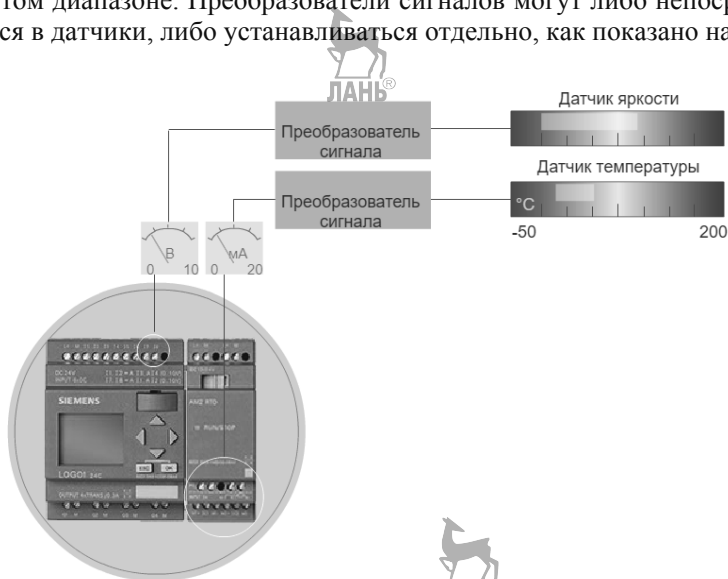

Рис. 3.4. Согласование сигналов датчиков с входами контроллера
Аналоговые величины, которые измеряет датчик, могут иметь различную физическую природу. Это могут быть температура, давление, угловая скорость, перемещение и т.д. Но поскольку контроллер – электрический прибор, то физическая величина должна быть преобразована в электрическую величину. Если это преобразование выполняет датчик, то на выходе датчика должны быть напряжение или ток. Поскольку аналоговые входы ПЛК (с питанием 12 или 24 В постоянного тока) могут обрабатывать напряжения от 0 до 10 вольт или токи 0...20 мА/4...20 мА, то электрические сигналы на выходе датчика должны лежать именно в этом диапазоне. Преобразователи сигналов могут либо непосредственно встраиваться в датчики, либо устанавливаться отдельно, как показано на рис. 3.4.
1) Контроллер может считывать на аналоговом входе электрическое напряжение от 0 до 10 В или ток от 0 до 20 мА или от 4 до 20 мА. Поэтому физические величины (например, температура, давление, частота вращения и т.п.) должны быть преобразованы в электрические величины в этом диапазоне. Это преобразование выполняется либо непосредственно датчиком, либо отдельным устройством, как показано на рис. 3.4. (Примечание. Имеются аналоговые входы, разработанные специально для температурных датчиков РТ100 или РТ1000 для измерения температур от -50 до +200°C, для которых преобразователи не требуются).